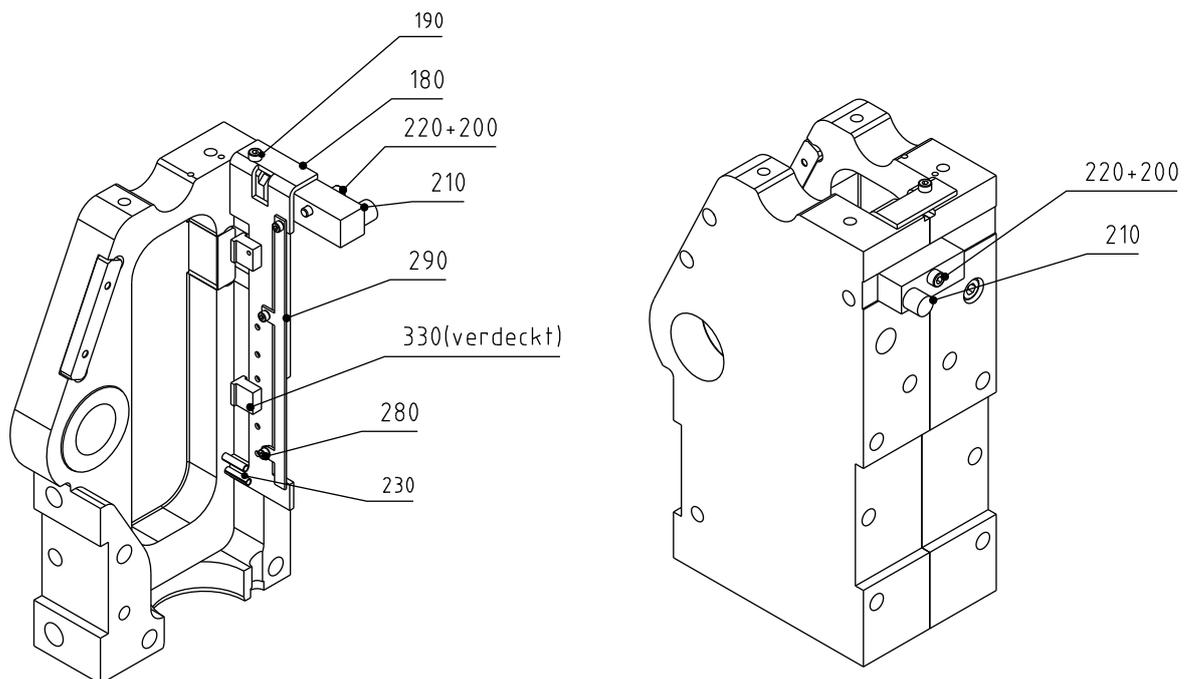

Bild 2: Wechsel Endlagenschalter
- c) Elektrokupplung entsprechend elektrischer Ausführung (s. Schaltpläne) auf Anschlussstecker „M12“ (Bild 2) aufsetzen und festschrauben.